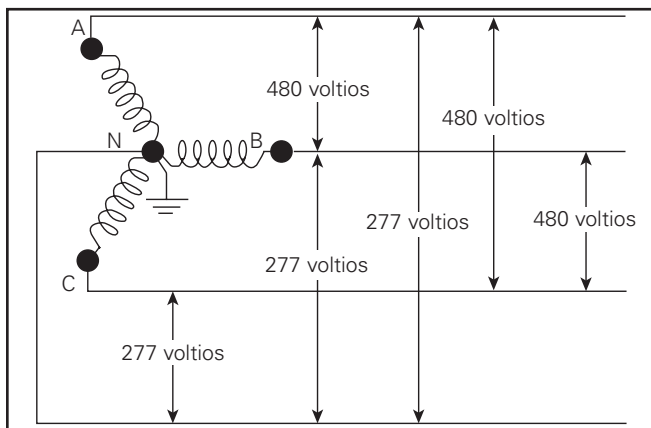

Figura 2. Cableado Para Sistemas En Wye De 480V
- 2b. Sólo para uso con sistemas de 480V Wye. Según NEC, no se debe usar con sistemas sin conexión a tierra, sistemas con impedancia a tierra o sistemas con conexión a tierra en esquinas (comúnmente conocidos como sistemas Delta trifásico de tres cables, Delta trifásico de patas altas y Delta trifásico con conexión a tierra en esquinas). (Figura 2.)